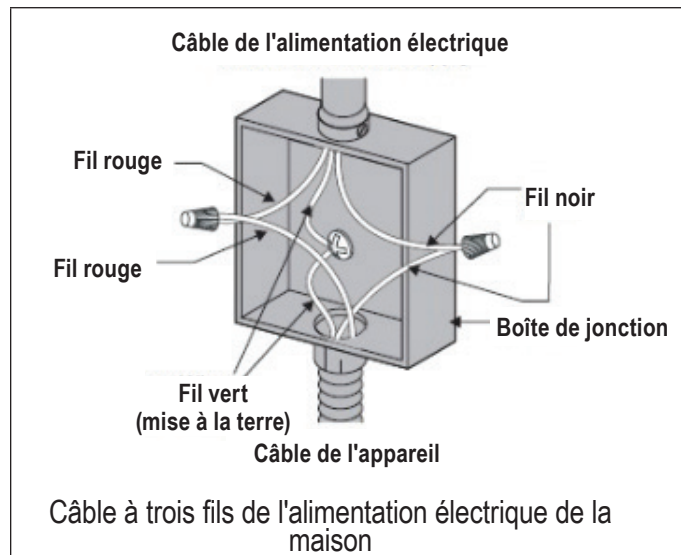

Figure 2
- Utilisez le câble à 3 fils de l'alimentation domestique là où les codes locaux autorisent une connexion à 3 fils. Reportez-vous à la figure 2.